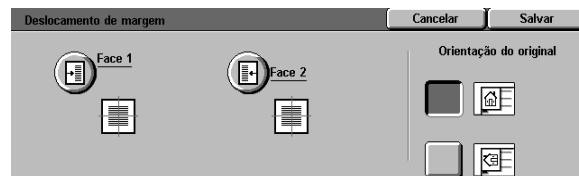

Figura 19: tela Deslocamento de margem
- 1 Toque no ícone **Deslocamento de margem**, na guia Recursos adicionados, para exibir a tela Deslocamento de margem, conforme ilustrado na Figura 19.